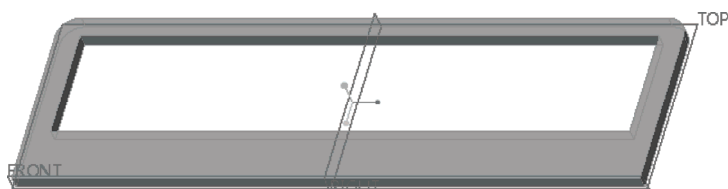

图 12-34 创建拉伸实体特征 1
- 5) 单击“拉伸”选项卡中的 （完成）按钮，创建的拉伸实体特征 1 如图 12-34 所示。